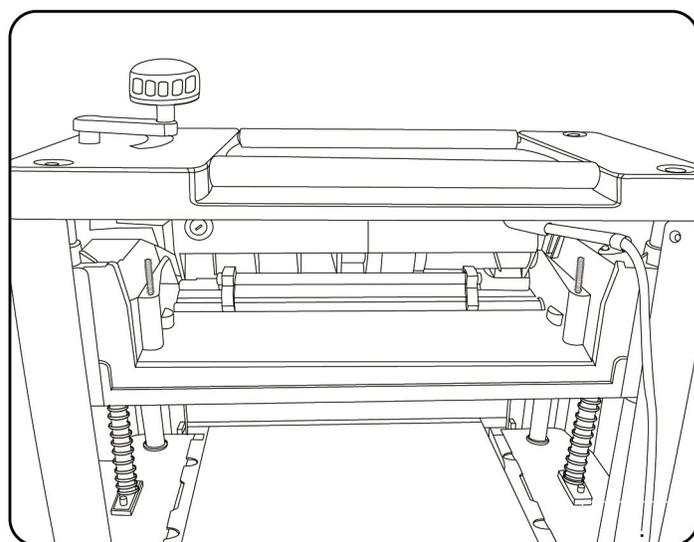

Fig.10
5) AJUSTANDO A ALTURA DA FACAS (Fig. 10 e 11)
• Para obter uma projeção da faca de 1,5 mm, coloque o indicador de ajuste da faca (E) no cabeçote com ambas as guias firmes contra a faca.
• Solte o conjunto girando os 7 parafusos (A) no sentido horário.